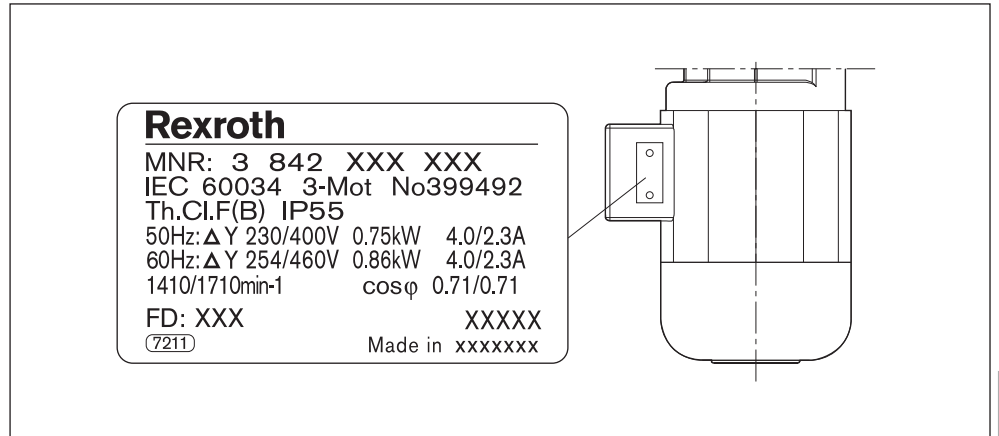

Abb. 9: Motortypschild (Beispiel)
- Beachten Sie die elektrischen Anschlusswerte auf dem Motortypschild, siehe Abb. 9 auf Seite 11.